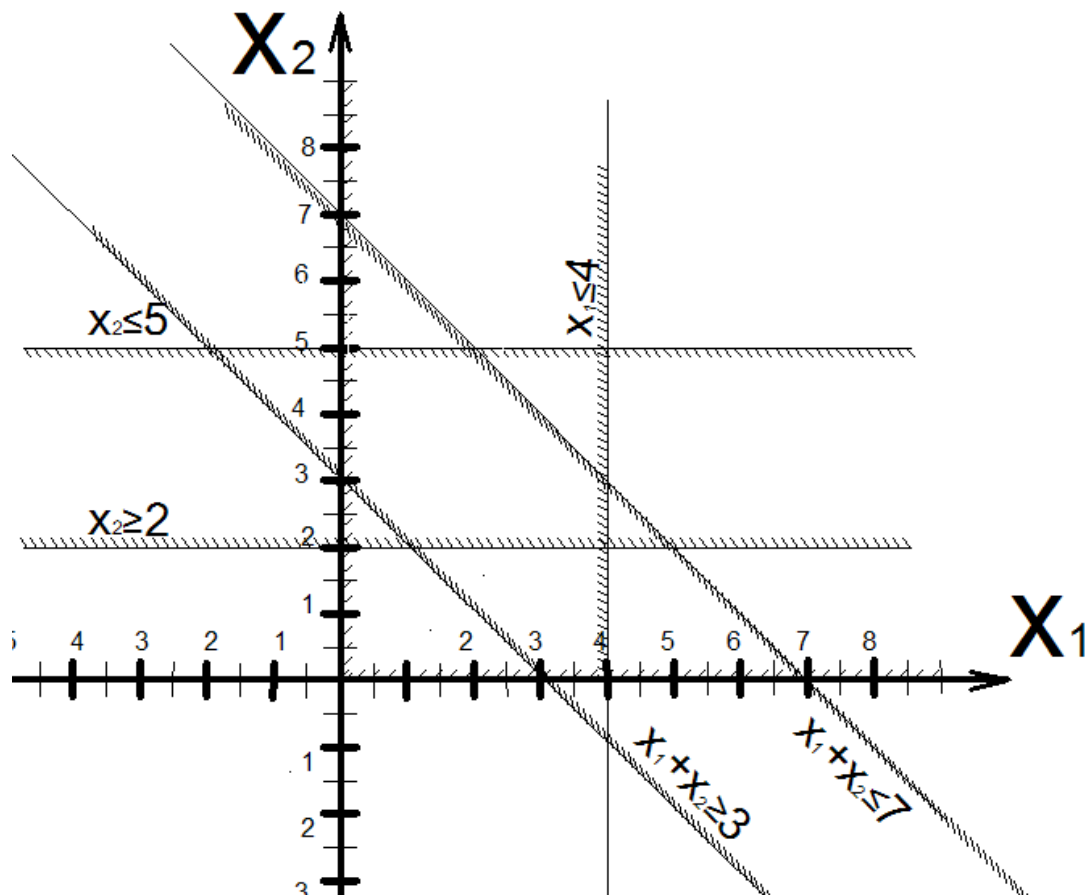

Рис. 5 – Визначення напівплощин
Та напівплощина, яка містить точку-1 належить нерівності (позначимо цю напівплощину, див. рис. 5).
Та напівплощина, яка містить точку-2 належить нерівності (позначимо цю напівплощину, див. рис. 5).
6)  $x_1 \geq 0$  и  $x_2 \geq 0$  – ці нерівності з усієї площини відсікають лише її першу чверть. Позначимо її, див. рис. 5.